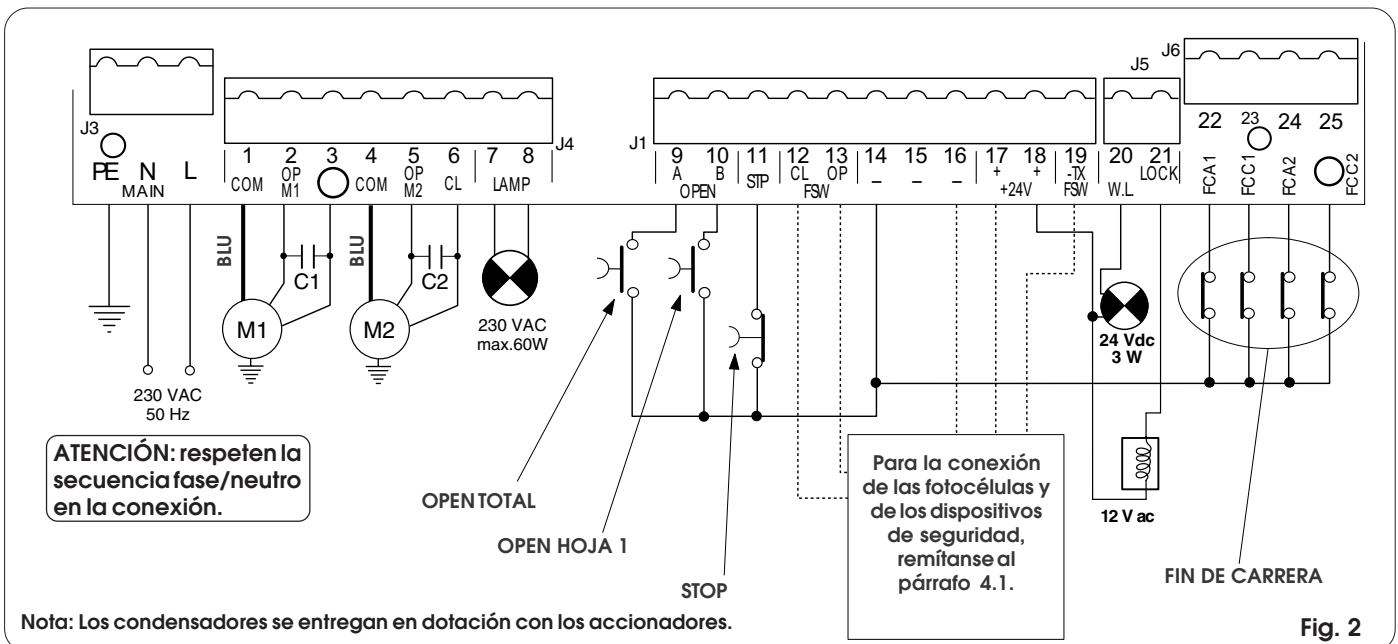

Fig. 2
- Conecten el cable de tierra al específico borne previsto en el conector J3 del equipo (véase fig.2).
**4.2. Regleta de bornes J3 - Alimentación (fig. 2)**
**4.3. Regleta de bornes J4 - Motores y destellador (fig. 2)**
**4.4. Regleta de bornes J1 - Accesorios (fig. 2)**
**4.5. Regleta de bomes J5 - Luz testigo y Electrocerradura (fig. 2)**
**4.7. Regleta de bomes J6 - Fines de carrera y/o encoder (fig. 2)**